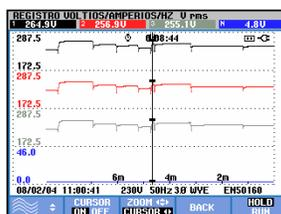

Figura 17-5. Visualización de la tendencia, cursor activado
- Pulse F2 para activar el cursor. Utilice las teclas de flechas hacia la izquierda/hacia la derecha para mover el cursor horizontalmente por las tendencias. El valor de las tendencias en la posición del cursor aparece en el encabezado de la pantalla, como muestra la figura 17.5. Observe que la actualización de la pantalla se detiene en ese momento y, sin embargo, el registro de datos continúa. La tendencia puede registrar un máximo de seis pantallas, pudiendo acceder a ellas una a una. Al situar el cursor al extremo izquierdo o derecho de la pantalla, se abre la siguiente pantalla en el área de visualización.